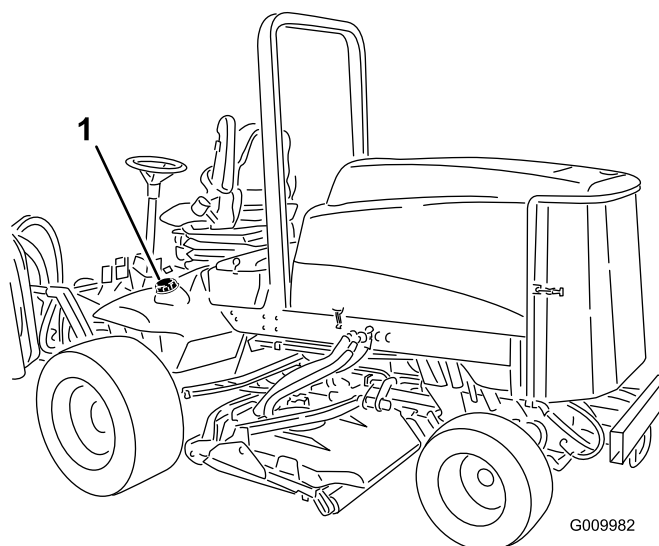

Figura 12
1. Retire el tapón del depósito de combustible (Figura 12).